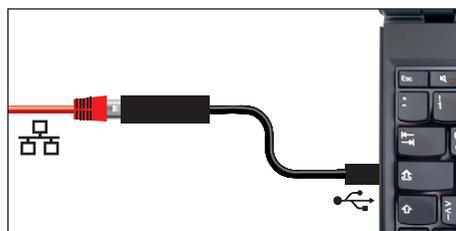

Fig. 8 Convertitore Ethernet USB
- ▶ Convertitore Ethernet USB (Fig. 8).